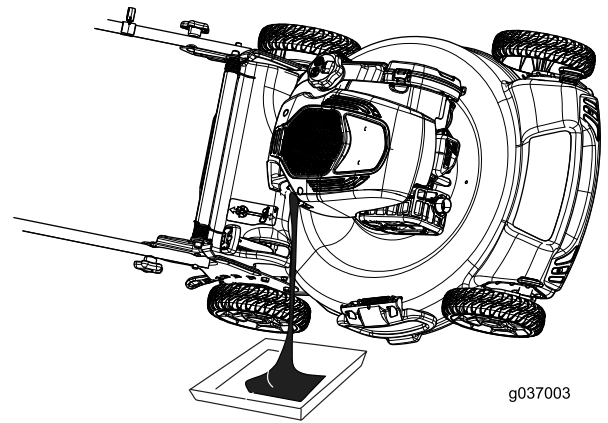

Figure 32
4. Basculez la machine sur le côté (filtre à air en haut) pour vidanger l'huile usagée par le tube de remplissage (Figure 32).